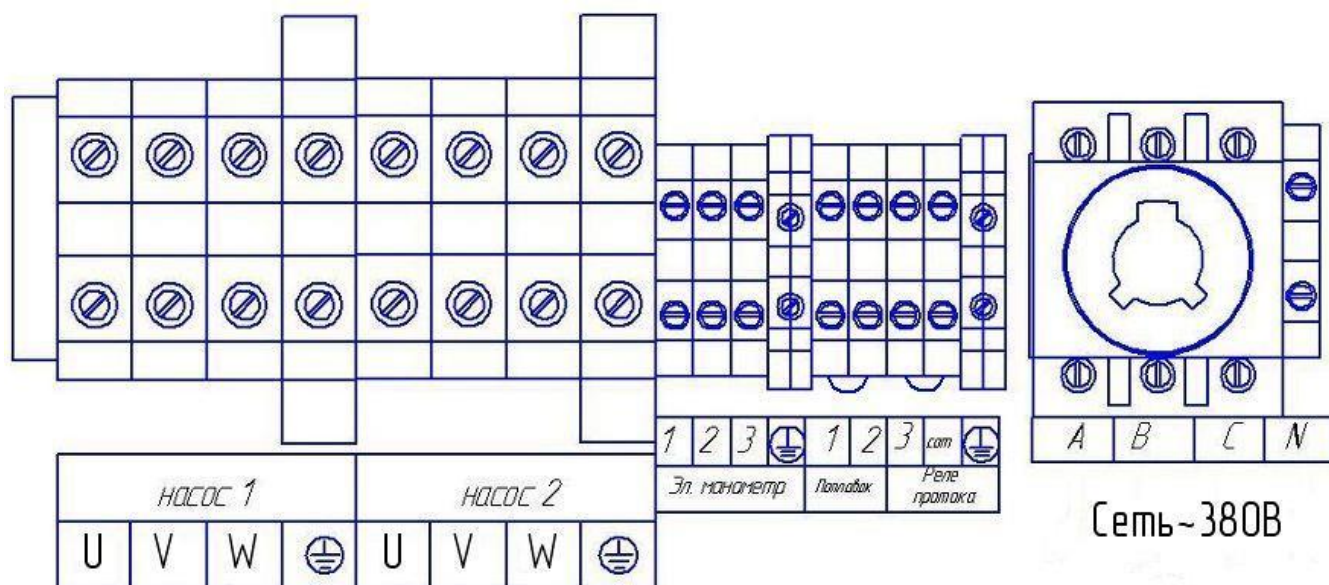

Рис. 3 Обозначение клемм пульта управления.
- Произведите подключение пульта управления к электрической сети согласно обозначениям клемм пульта управления (рис. 3).